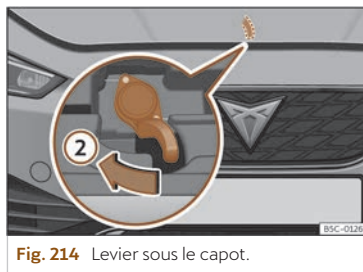

Fig. 214 Levier sous le capot.
- Pour soulever le capot moteur, appuyez vers la gauche avec la paume de la main vers le bas sur le levier situé sous celui-ci, au centre >>> **fig. 214** ②. Les crochets de fixation sont alors déverrouillés.